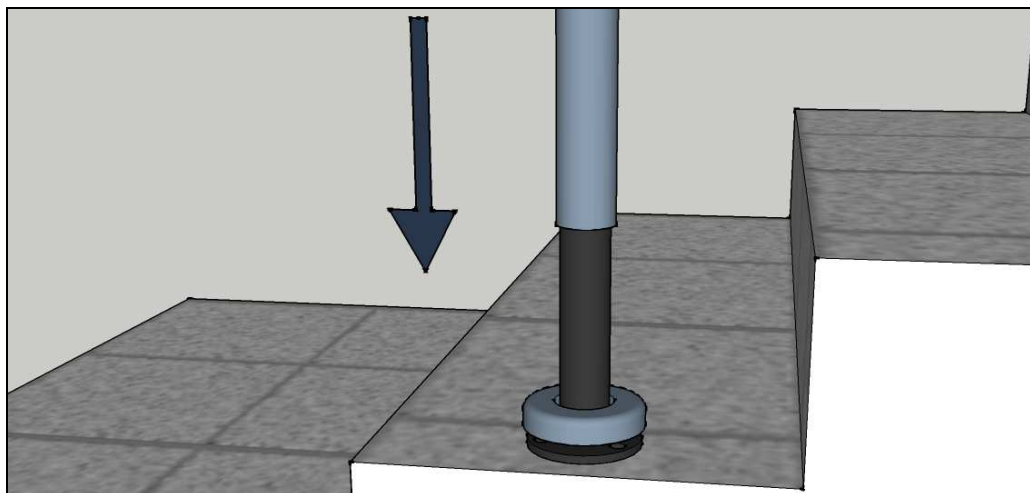

Рис.9
7. Надеваем стойки на закладные элементы, не забыв предварительно надеть **Низ стойки 38 мм большой (НС-1/38)** (рис.9).